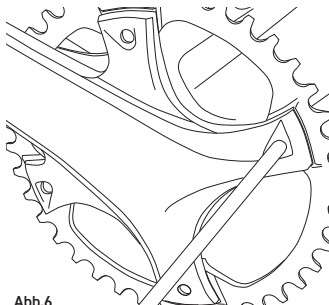

Abb.6
- **NUR FÜR EKAR:** Es ist auch möglich, die Schrauben von der Außenseite zu erreichen, achten Sie jedoch darauf, die Oberfläche der Kettenradgarnitur nicht zu beschädigen und beachten Sie, dass die Drehrichtung des Schlüssels dann der normalen Richtung entgegengesetzt ist (**Abb. 6**).